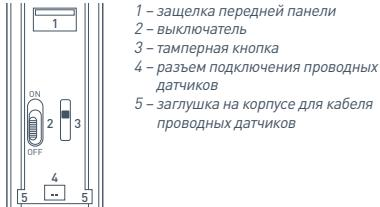
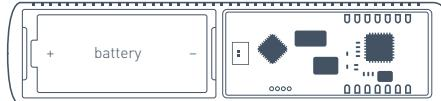

РИС. 3. Задняя панель основного блока датчика
РИС. 5. Вид датчика со снятой верхней крышкой
4.1 Перед установкой датчик обязательно нужно зарегистрировать в охранной системе Ajax. Для регистрации датчика необходимо перевести приемное устройство охранной системы Ajax в режим «РЕГИСТРАЦИЯ ДАТЧИКОВ» [как это сделать см. в руководстве к приемному устройству] и переключить выключатель «2» (РИС. 3) на датчике в положение
5.5 Для подключения дополнительного проводного датчика подсоедините его провод к разъему «4» [РИС. 3] на основном блоке датчика, а сам провод продените в отверстие основного блока, выломав заглушку «5» [РИС. 3] на корпусе.
6.3 Своевременно заменяйте батарею питания на новую. При разряде батареи датчик передает соответствующий сигнал на центральный блок сигнализации. Когда батарея разряжена, при каждой сработке, в том числе по тамперу, датчик кроме обычной индикации осуществляет включение и плавное гашение светодиода. Для смены батареи подденьте защелку «1» [РИС. 3] и снимите верхнюю крышку датчика. Замените батарею «battery» [РИС. 5] на новую, типа CR123A.